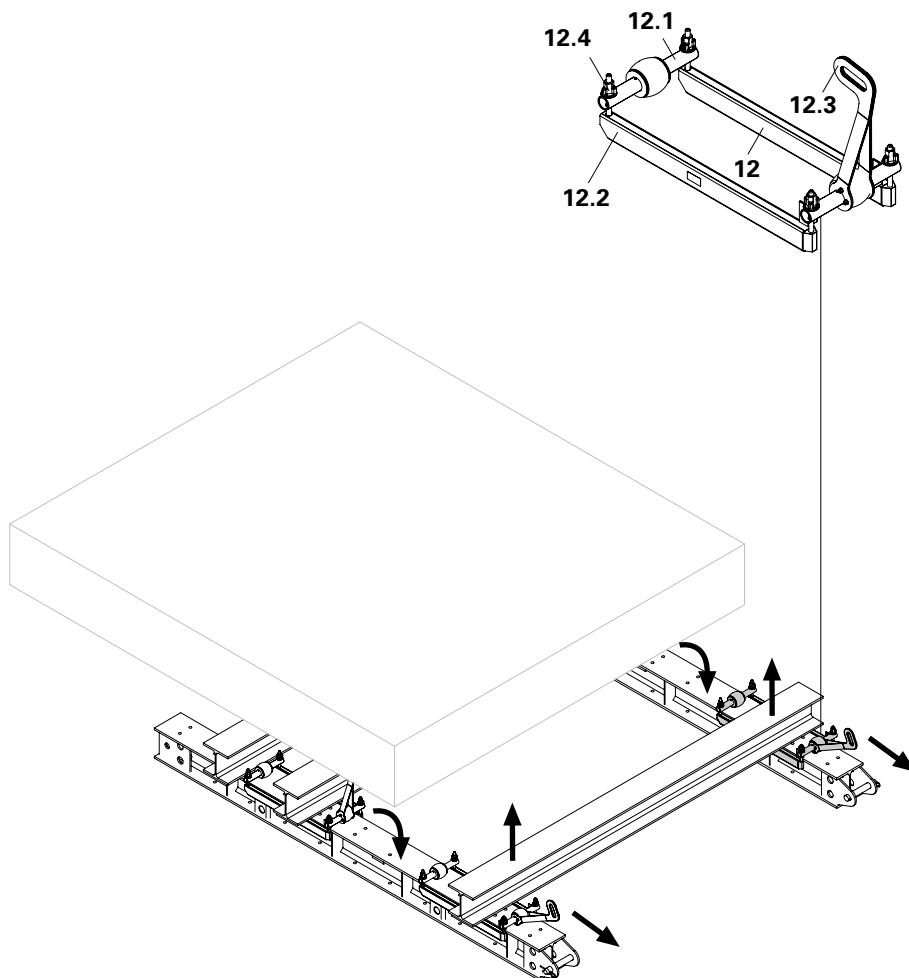

Fig. A4.02
2. Skub Excentervognen (12) ind under længdedrageren på topdrageren og fastgør tværrøret.
7. Flyt længdedrager ud. Stop proceduren ved at løfte løftestangen opad. (Fig. A4.02)